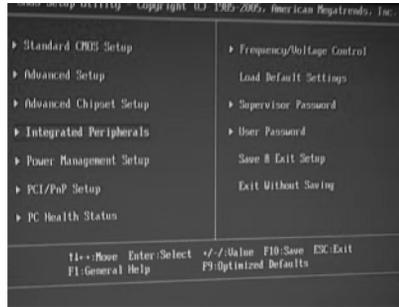

Figura 1.4 - Tela principal do utilitário de configuração do CMOS BIOS
2. Use as teclas de setas para selecionar o item Integrated Peripherals (veja a figura 1.4) e pressione Enter. A tela Integrated Peripherals (ou outra tela semelhante) aparece.